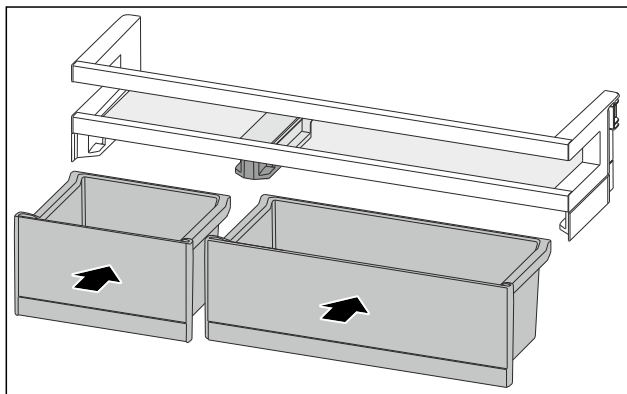

Fig. 194
- Вставте контейнери VarioBox у змінні положення. (див. Fig. 194)